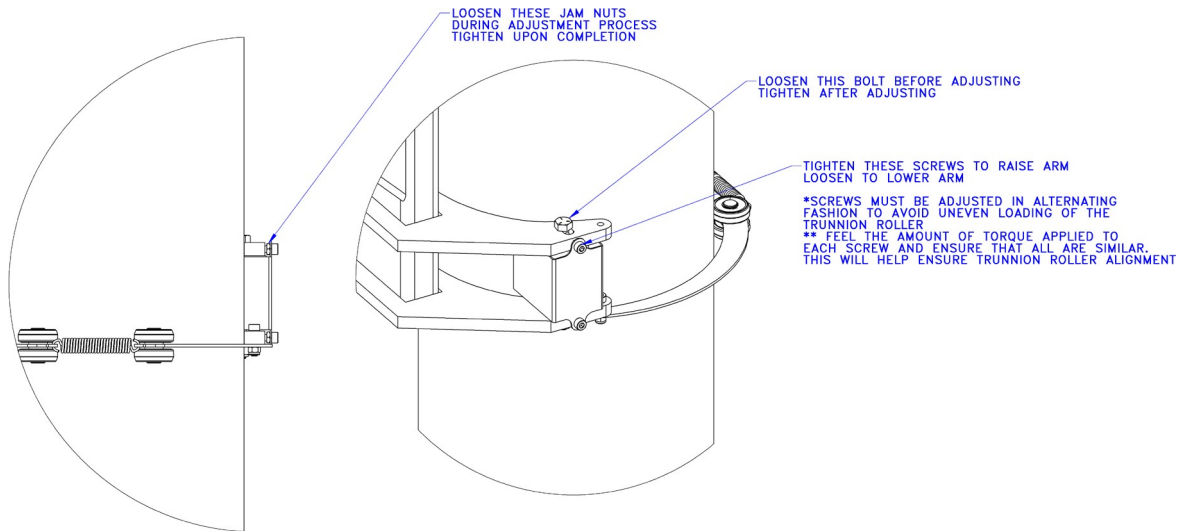

Fig. 4E. Regolazione del perno di articolazione.
4.2.3 Rimuovere la vite a occhiello dal braccio. Far riferimento alla **Fig. 4E** per regolare i perni di articolazione finché il braccio è a livello.